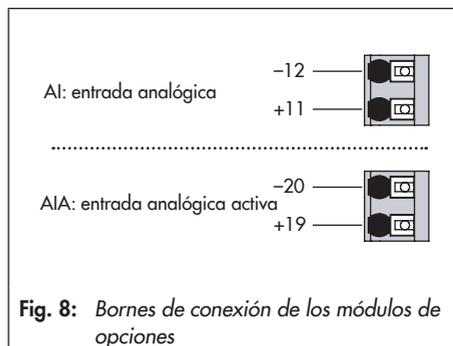

Fig. 8: Bornes de conexión de los módulos de opciones
7. Realizar la conexión eléctrica del módulo de opciones según fig. 8.